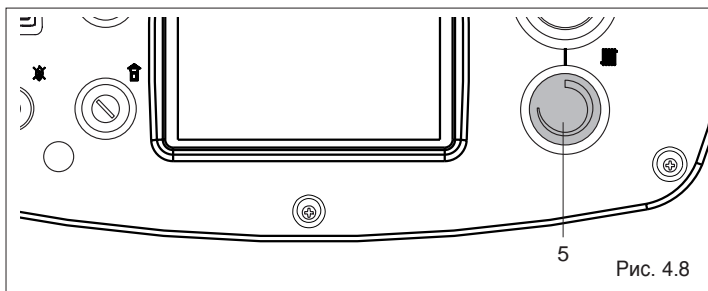

Рис. 4.8
- при изменении настройки термостата котла (5, Рис. 4.8)